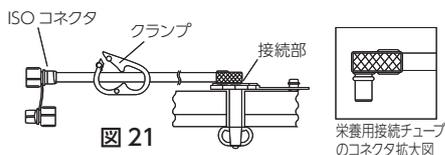

図 21
- 患者に留置されているボタンのキャップを外し、ボタンの接続部に栄養用接続チューブのコネクタを接続する。栄養用接続チューブのISOコネクタにISO80369-3対応のシリンジを接続し、ゆっくりとぬるま湯を注入し、抵抗なく注入できることおよび接続部からの漏れが無いことを確認した後、栄養用接続チューブを一旦取り外し、ボタンのキャップを閉じる。（図21）